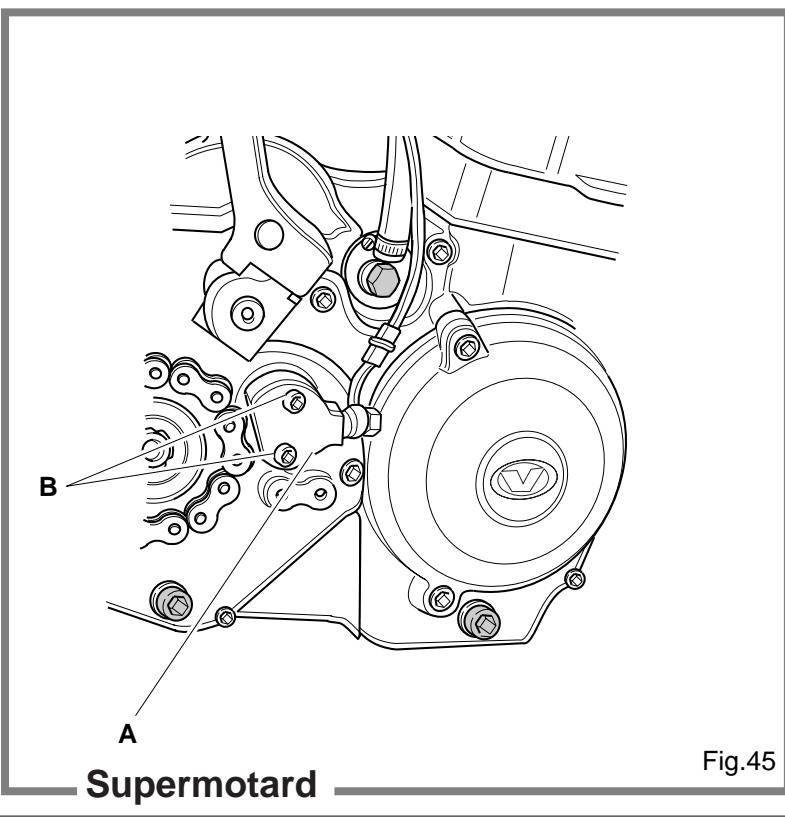

Fig.45
1. Smontare la piastra "A" (Fig.45) del comando idraulico della frizione svitando le 2 viti "B" di fissaggio.
1. Remove the plate "A" (Fig. 45) of the clutch hydraulic command and remove the 2 screws "B".
1. Platte "A" (Abb.45) des hydraulischen Antriebs der Kupplung nach Ausdrehen der 2 Schrauben "B" abnehmen.
1. Démonter la plaque "A" (fig.45) du commande hydraulique de l'embrayage en dévissant les 2 vis "B".